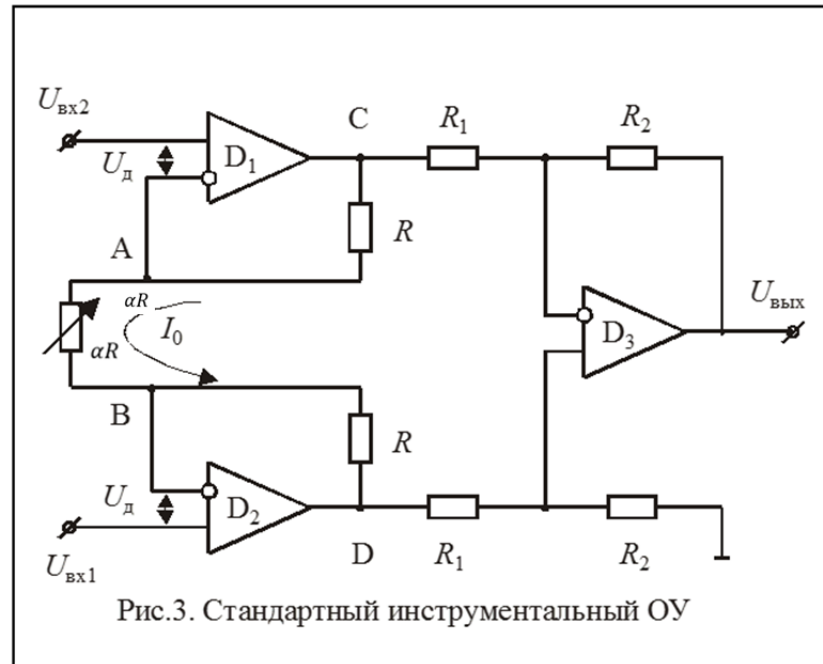

Рис.3. Стандартный инструментальный ОУ
Более высокий КОСС обеспечивает схема измерительного (инструментального) усилителя на 3-х ОУ (рис.3): на входе включены повторители  $D_1$  и  $D_2$ , а на выходе дифференциальный каскад  $D_3$  с коэффициентом передачи  $m = R_2/R_1$ .
- С выносным резистором  $\alpha R$  (рис. 3), в котором имеются выводы для подключения внешнего переменного резистора  $\alpha R$ . Но температурный коэффициент сопротивления (ТКС) внутреннего и внешнего резисторов оказываются разными и, следовательно, в диапазоне температур меняется величина  $\alpha$  и общий коэффициент передачи.